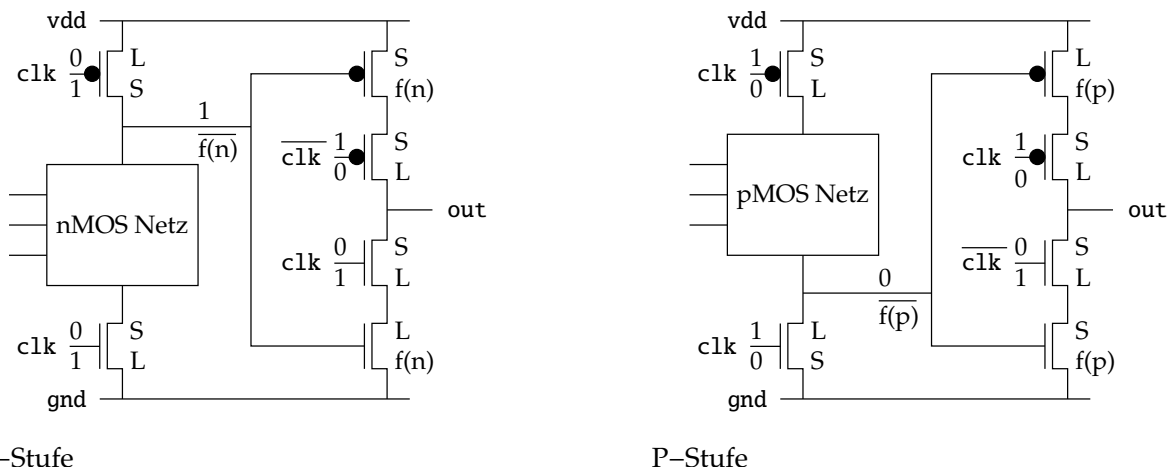

Abbildung 4: Funktionsweise von NORA
- Funktionsweise – Betrachtet man die Funktionsweise von NORA (Abb. 4) so stellt man fest, dass die Transistoren, die mit dem invertierten Takt betrieben werden, wegfallen können.